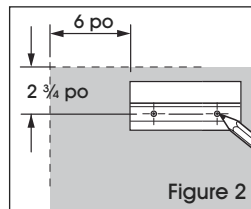

Figure 2
2. Marquer des points de repère au mur au centre des trous des supports. (Voir Figure 2)